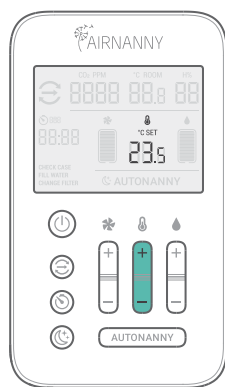

Рис. 10
1. Для регулировки используйте кнопки **[HEAT DOWN]** и **[HEAT UP]** (рисунок 10);
2. При нажатии кнопок **[HEAT DOWN]** и **[HEAT UP]** (рисунок 10) температура исходящего потока воздуха будет соответственно уменьшена или увеличена, если в этот момент не происходит изменения значений других параметров.